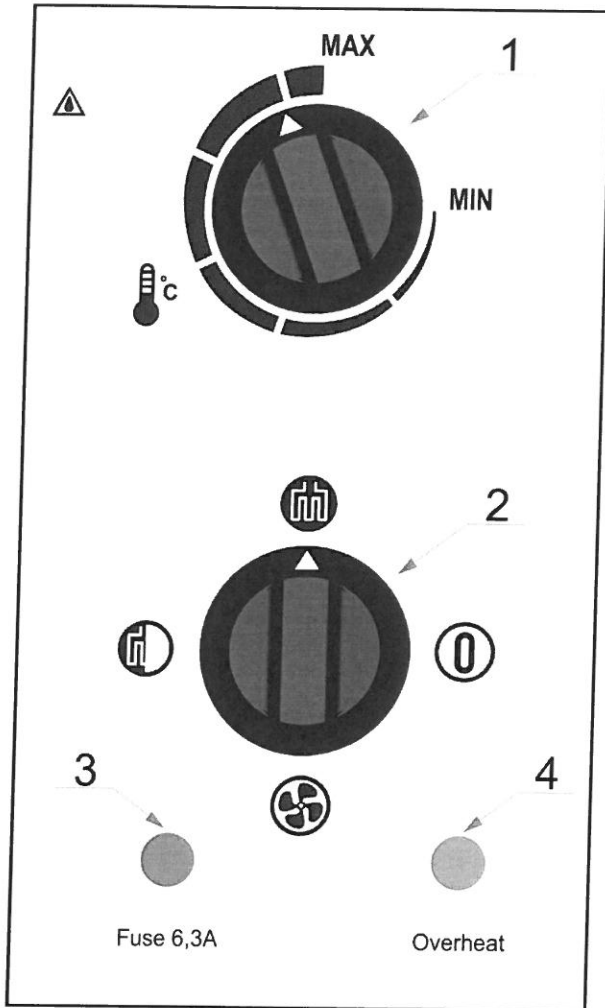

Fig.2 Kontrollpanel elementer beskrivelse.
Slå på enheten og start varmeapparatet ved å justere funksjonsbryteren (nr. 2 fig. 2) til ønsket posisjon:  oppvarming av 9kW eller  oppvarming av 18kW eller  viftemodus (A, B eller C Fig. 5) Romvarmeren er utstyrt med en justerbar termostat. Den nødvendige temperaturen stilles inn ved hjelp av justeringsknappen (nr. 1 figur 2). hvorefter varmeren går automatisk.
- Kontroller sikringen (pos.3 Fig. 2). For å bytte sikring, bruk bare 6,3A sikring.
- Ved overoppheting er overopphetingsindikatoren (pos. 4, fig 2) på. Overopphetingsbeskyttelsen bør tilbakestilles manuelt ved å trykke på tilbakestillingsknappen (pos. 5, fig.1) når maskinen har avkjølt i ca. 10 minutter. Hvis dette ikke løser problemet, må du kontakte en selger for støtte.